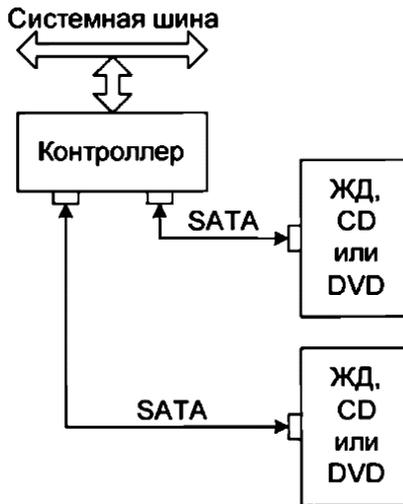

Рис. 15. Схема подключения SATA
**Дисциплина обслуживания** - подключение устройств типа «точка-точка», к одному контроллеру с помощью одного кабеля SATA может быть присоединен один жесткий диск или дисковод CD (DVD), рис. 15.